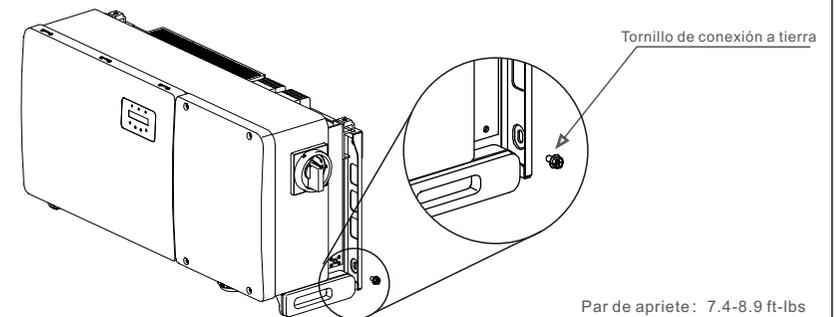

Figura 3.17 Cable fijo
- 6) Conecte el cable de conexión a tierra al punto de conexión a tierra del disipador de calor y apriete el tornillo de conexión a tierra; el par de apriete es de 7,4-8,9 pies-libra (véase la figura 3.17).